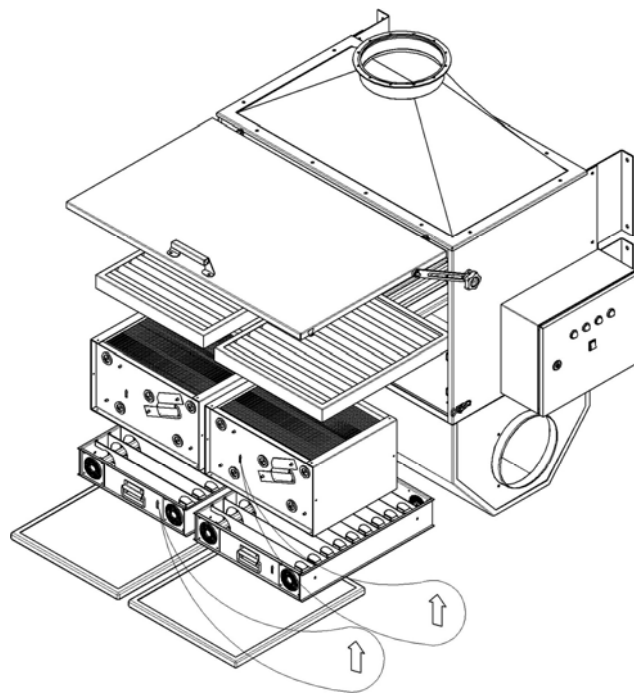

Рис. 8.1
- 8.1. Отоприте защелки двери. Поднимите дверь вверх. Зафиксируйте дверь с помощью ручки и кулисы (см. рис. 8.1).
- 8.2. Извлеките предварительные фильтры осадительные и ионизационные кассеты, фильтры гофрированные (см. рис. 8.1).
- Примечание. Стрелки на осадительной и ионизационной кассетах показывают правильное положение установки. Стрелки должны быть направлены вверх (см. рис. 8.1).